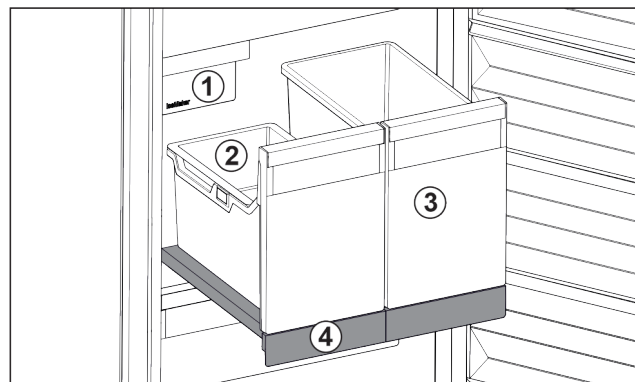

Fig. 138 Rafti me tërheqje me IceTower
- (1) IceMaker
- (2) Tasi me varje për kubat e akullit
- (3) Kutia për shembull për picë, pije alkoolike
- (4) Rafti me tërheqje
Mbi raftin me tërheqje ndodhet dy kuti të larta (IceTower). Në kutinë Fig. 138 (2) mbledhen dhe mbahen kubat e akullit nga IceMaker. Kutia Fig. 138 (3) është e përshtatshme për ruajtjen e ushqimeve të larta, si picat ose pijet alkoolike.